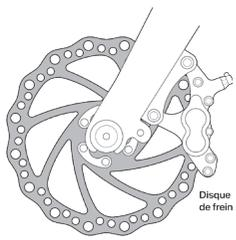
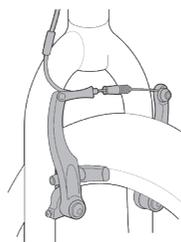

fig. 14
fig. 15
1. (1) Si votre vélo est équipé de freins sur la jante, libérez le mécanisme de déblocage rapide du frein pour augmenter l'espace entre le pneu et les patins de frein (voir la section 4.C, fig. 14 à 17, p. 21).
**2.** Si votre vélo est équipé de freins sur jante, libérez le mécanisme de déblocage rapide du frein pour augmenter le dégagement entre la jante et les patins de frein (voir la section 4.C, fig. 14 à 17, p. 21).
3. Certains freins de vélo, notamment les freins à disque (fig. 14) et à traction linéaire (fig. 15), sont extrêmement puissants. Soyez extrêmement prudent, familiarisez-vous avec ces freins et utilisez-les avec discernement.
les fig. 14, 15, 16, 17 & 18) et vérifiez avant chaque utilisation du vélo que les deux freins fonctionnent correctement.